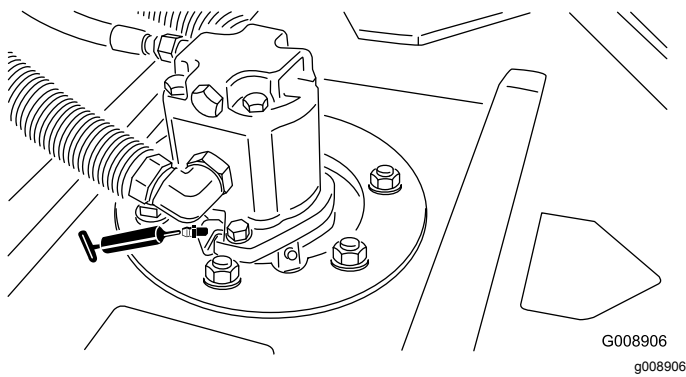

Bild 53
- Spindelwellenlager des Mähwerks (2 pro Mähwerk) (**Bild 53**)